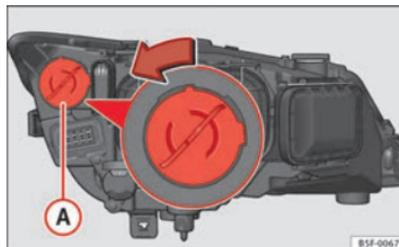

Fig. 182 Ampoule des feux de jour
- Tournez le support d'ampoules ⇒ fig. 182 A vers la gauche puis tirez.